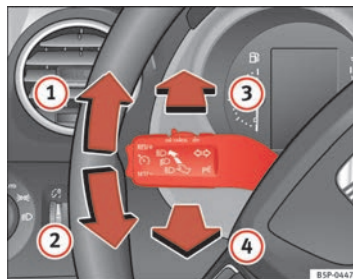

Abb. 77 Blinker und Fernlichthebel
- Drücken Sie den Hebel nach vorne \Rightarrow Seite 122, Abb. 77 , um das Fernlicht einzuschalten.